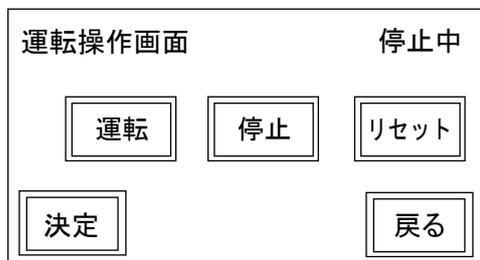

図 3-39 運転操作画面
- ① 図 3-3 起動時画面の②初期画面にて「操作」を選択します。図 3-39 運転操作画面に遷移します。